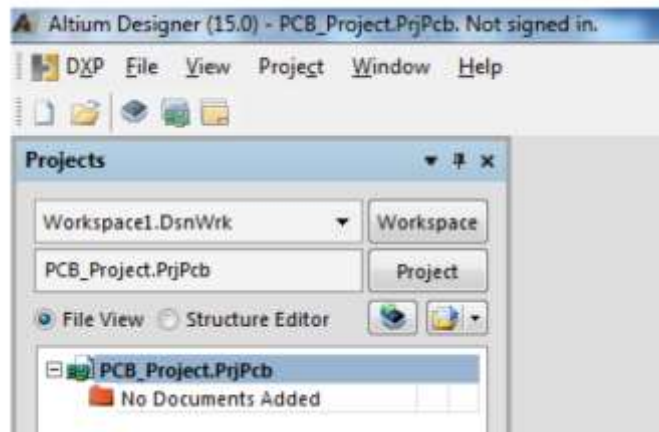

IMAGEN 13: CREANDO UN PROYECTO NUEVO.
- Elegir **File** → **New** → **Project** → **PCB Project**, imagen 13.